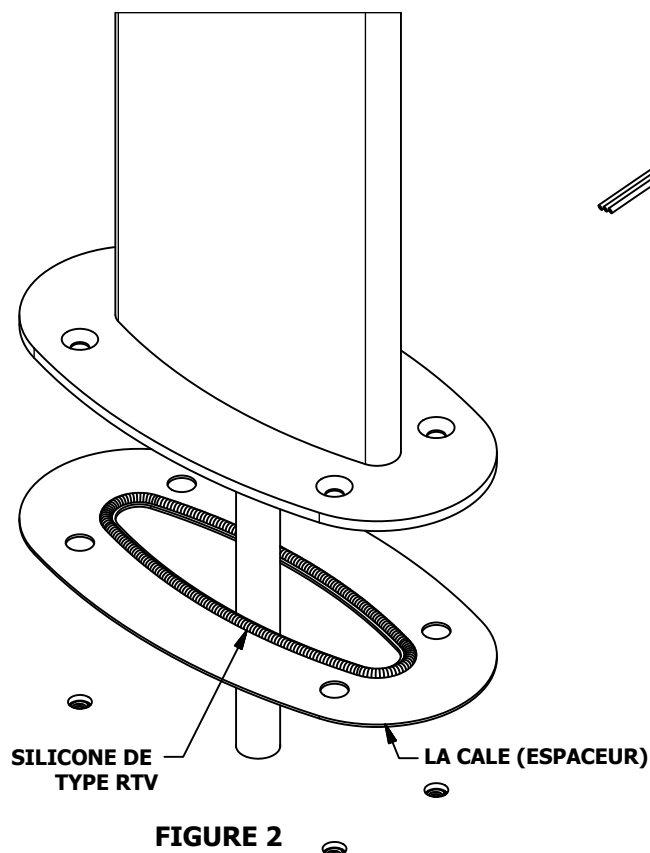

FIGURE 2
3) Appliquer un cordon de de 6 mm (¼ po) de pâte à calfeutrer à la silicone de type RTV pour usage électrique sur les deux côtés de la cale pour assurer l'étanchéité de l'ensemble. Introduire l'unité avec le conduit assemblé dans l'ouverture centrale en vérifiant la présence de la cale (**Figure 2**).
4) Fixer l'unité au plancher à l'aide des (4) vis fournies et serrer à un couple de 2,8 Nm (25 lbpo).